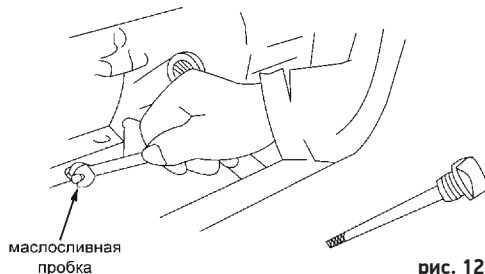

рис. 12
- отвернуть маслосливную и маслосливную пробки. Слить масло. Установить маслосливную пробку на место и надёжно её затянуть (см. рис. 12).